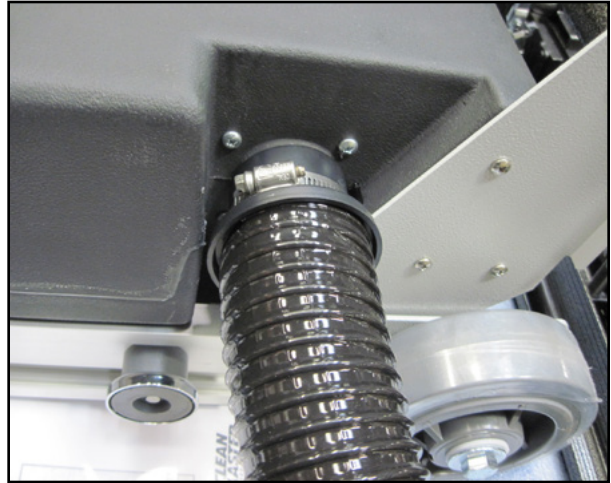

Figure 8. Fixer l'autre extrémité du boyau à l'assemblage du boîtier
11. Fixer le flexible à dépression entre l'assemblage du boîtier et la buse de nettoyage. Le connecteur du flexible dont l'extrémité est la plus courte devrait être raccordé à l'assemblage de la buse de nettoyage. Le connecteur du flexible dont l'extrémité est plus longue est raccordé à l'assemblage du boîtier (voir la Figure 8) et devrait être protégé en serrant la bride.